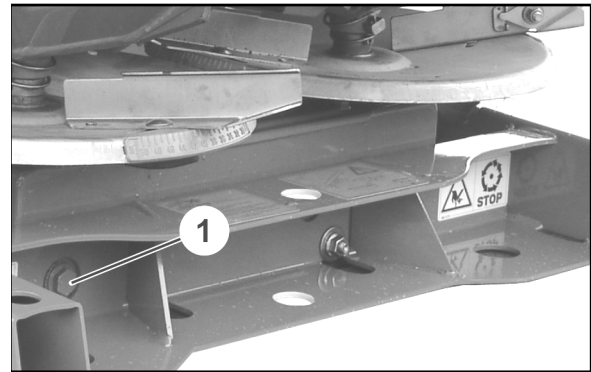

Fig. 92
2. Federn (Fig. 92/1) durch Lösen der Muttern (Fig. 92/2) entlasten.